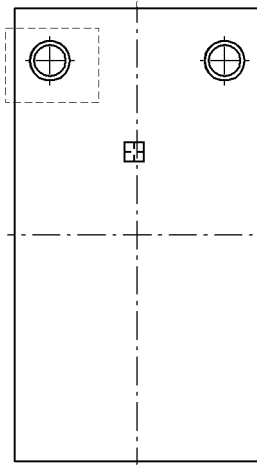

Рис. 51.80.
5.1. Выделите рамкой построенное отверстие вместе с осями симметрии (рис. 51.80).
Будет построено верхнее правое отверстие (рис. 51.80).